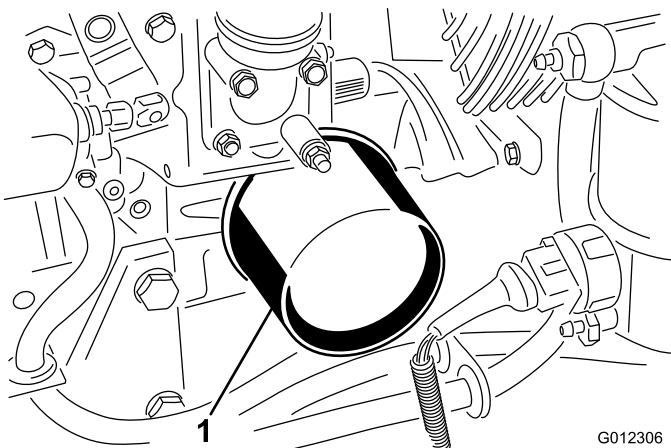

Figura 32
3. Togliete il filtro dell'olio (Figura 32).